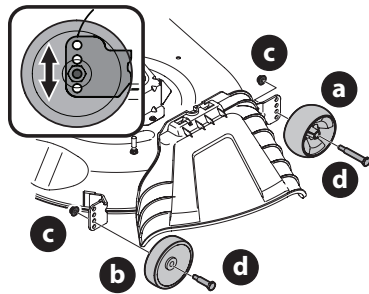

Figura 20
- b. Retire las ruedas delanteras (a) y traseras (b) de la plataforma retirando las tuercas de seguridad con brida (c) y los tornillos con reborde (d) que los sujetan a la plataforma (Figura 20).